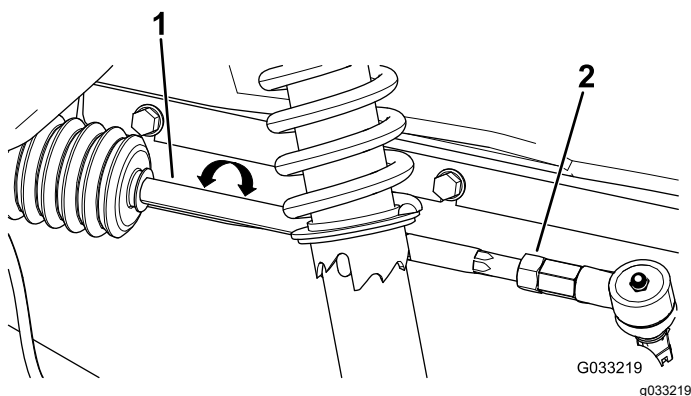

図 60
4. 前後の測定値の差が所定範囲0-6 mmにならない場合は、タイロッドの外側端部にあるジャムナットをゆるめて調整を行う 図 60。